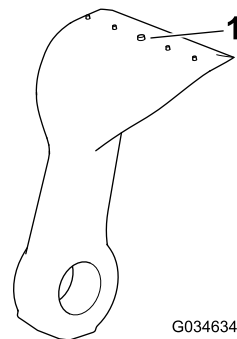

Figure 79
5. Vérifiez qu'aucune lame n'est excessivement usée en vous aidant de la ligne d'usure (Figure 79). Remplacez les lames qui sont usées jusqu'à la ligne d'usure.